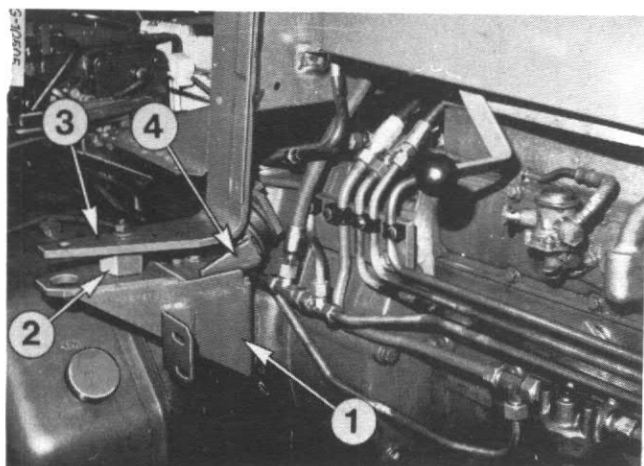

Fig. 46
4. Monter l'élément isolant (4, Fig. 46) sans tension.
Enlever l'outil de centrage (2, Fig. 46).